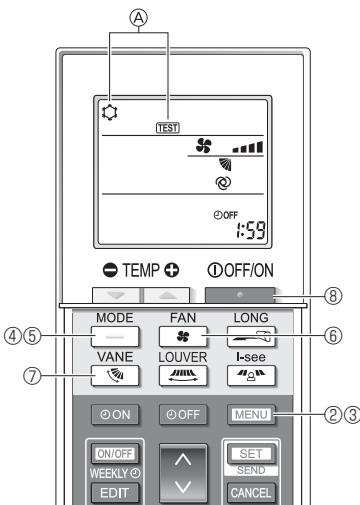

Fig. 6-8
- ③ **MENU** düğmesine basın.
- Ⓐ [TEST] ve o andaki çalışma modu görüntülenir. (Fig. 6-8)
- ④ Soğutma modunu çalıştırmak için **—** düğmesine bastıktan sonra ünitenin soğuk hava verip vermediğini kontrol edin.
- ⑤ Isıtma modunu çalıştırmak için **—** düğmesine bastıktan sonra ünitenin sıcak hava verip vermediğini kontrol edin.
- ⑥ **—** düğmesine basıp, fan hızının değişip değişmediğini kontrol edin.
- ⑦ **—** düğmesine basıp otomatik kanaatçığının gereği gibi çalışıp çalışmadığını kontrol edin.
- ⑧ Çalışma testini durdurmak için **—** düğmesine basın.